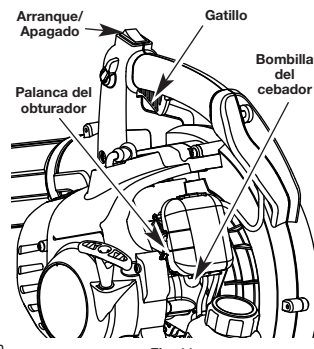

Fig. 11
3. Oprima completamente el cebador y suéltelo 10 veces. Hágalo lentamente. Se deberá ver un poco de combustible en el cebador y en las tuberías de alimentación de combustible (Fig. 11). Si no puede ver el combustible en el cebador, oprímalo y suéltelo tantas veces como sea necesario hasta que vea combustible en el mismo.
ARRANQUE EN CALIENTE: Si la unidad ya está caliente, coloque la palanca del obturador en la posición 3 y tire de la cuerda de arranque para volver a arrancar. La unidad debe arrancarse en vacío. No oprima el gatillo mientras arranca la unidad (Fig. 11).